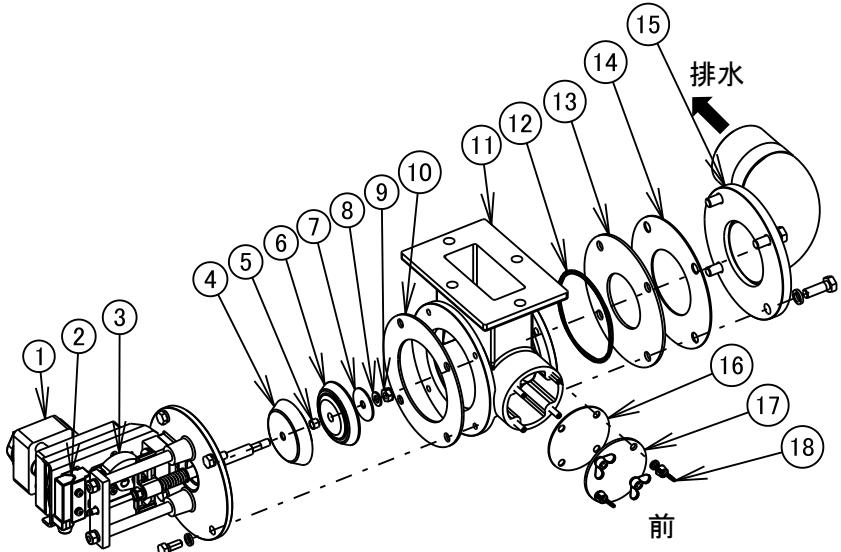

図8-13
8. 3. 7 排水弁(図8-13)
4) 排水弁補助弁の交換(図8-13)
- ・ ①モータと②リミットスイッチのケーブルコネクタを外します。①モータアース線を外します。
- ・ ボルト(M8)を緩めて①～⑩一体品を取り外します。
- ・ ⑩Uナット(M8)を緩めて⑤～⑧弁部をシャフトから取り外します。
- ・ ⑥排水弁補助弁の中央にはまっている⑤排水弁スペーサを取り外し新しい⑥排水弁補助弁に取り付けます。
- ・ ⑤～⑧弁部をシャフトに逆の手順で組み付けます。
- ・ ①～⑩一体品をボルト(M8)で組み付けます。
- ・ ①モータと②リミットスイッチのケーブルコネクタ及び、①モータアース線を元の通に接続します。
- ・ ③排水弁マイクロカムの回転方向と排水弁の動作確認を行なうこと。